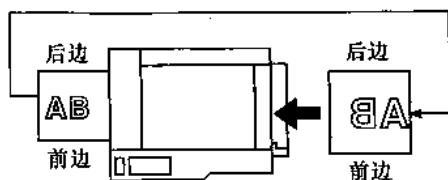

图 1—4 双面复印时纸翻面方法
(1) 按基本复印操作步骤进行。
(2) 保持复印纸前后两边不变, 将已复印的纸翻过面来送入机器。如图 1—4 所示。